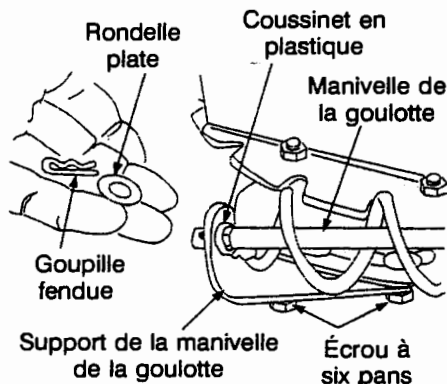

FIGURE 12
- Débranchez la manivelle de la goulotte à la goulotte en retirant la goupille fendue et la rondelle plate. Voir la Figure 12.